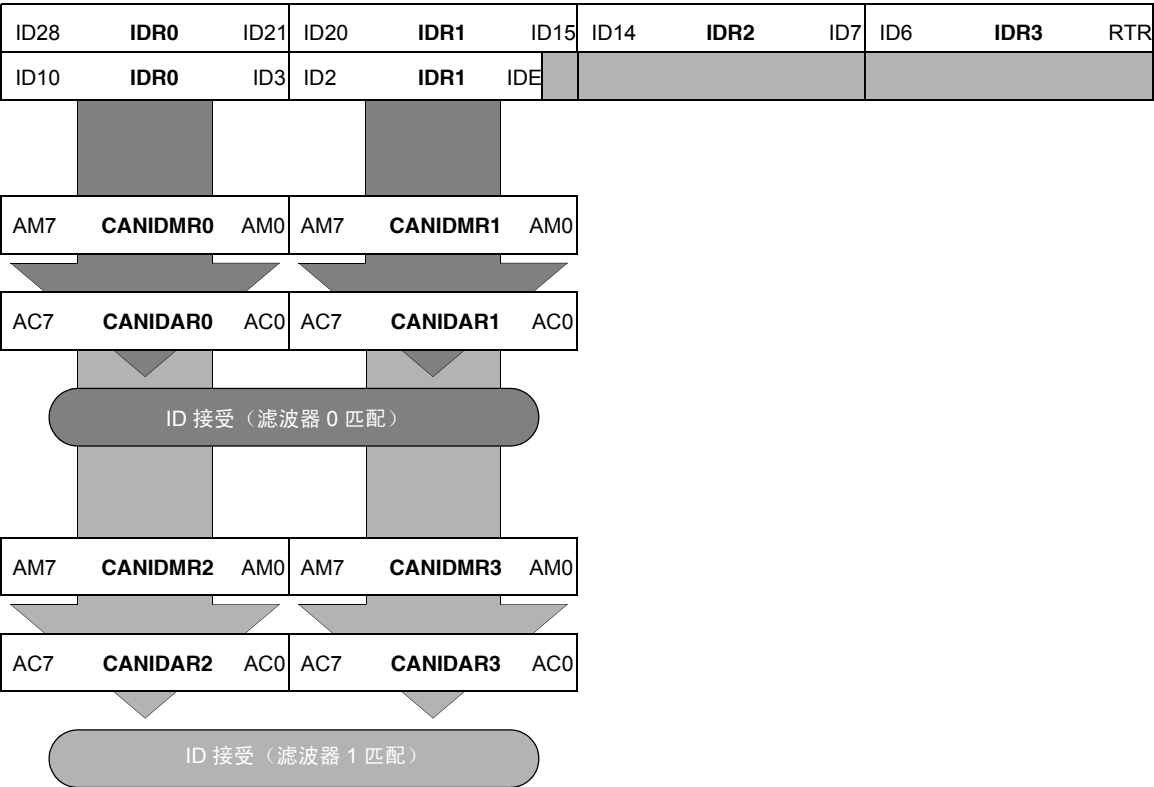

Figure 13-43. 16 位可屏蔽标识符接收滤波器
- b) 标准标识符的 11 位、CAN 2.0A/B 报文的 RTR 和 IDE 位。Figure 13-43 显示第一个 32 位滤波器页（CANIDAR0 - CANIDAR3、CANIDMR0 - 3CANIDMR）如何产生滤波器 0 和 1 匹配。同样，第二个滤波器页（CANIDAR4 - CANIDAR7、CANIDMR4 - CANIDMR7）产生滤波器 2 和 3 匹配。